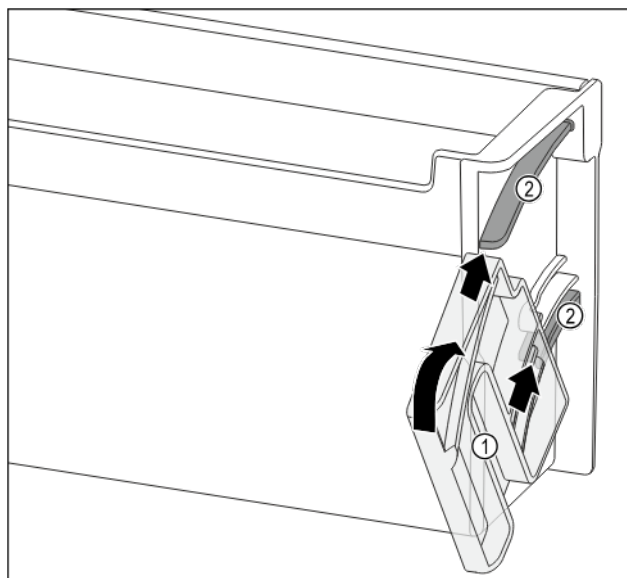

Fig. 137
- Umieścić pokrętkę Fig. 137 (1) w taki sposób, aby zagłębienia znajdowały się naprzeciw kanałów prowadzących Fig. 137 (2) półki w drzwiach.
- Obrócić pokrętkę Fig. 137 (1) w podanym kierunku.